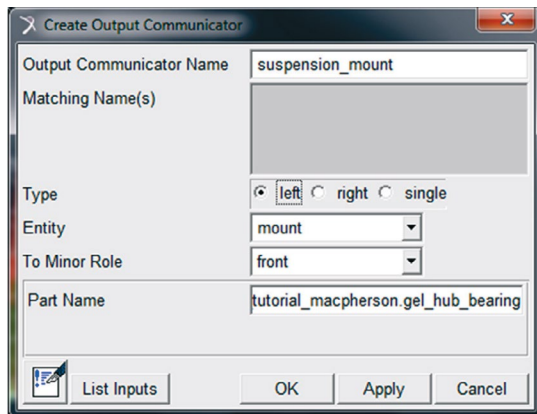

Figura 4.80 – Criação do Communicator “suspension_mount”.
- A janela *Create Output Communicator* deverá ser preenchida conforme ilustrado na Figura 4.80.